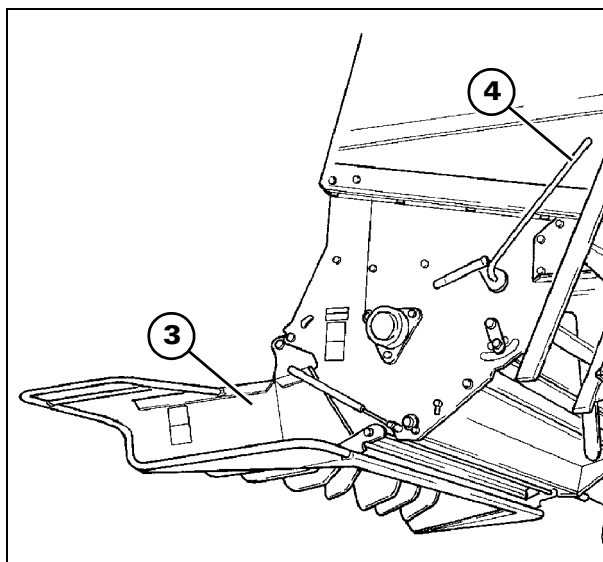
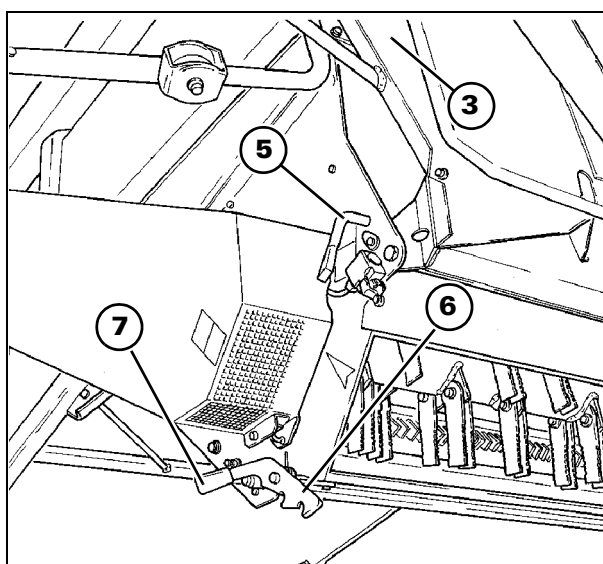
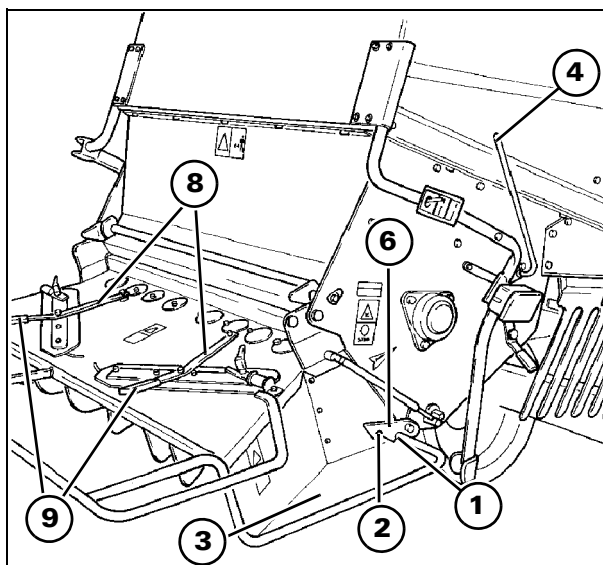

Рис. 22
Рис. 23
Рис. 24
### ПОЛОЖЕНИЕ ДЛЯ ТРАНСПОРТИРОВКИ - Рис. 22 – Рис. 23
При движении по дорогам ротор соломорезки должен быть заблокирован, а разбрасыватель (3) должен находиться в рабочем положении, как показано на Рис. 22. При буксировке комбайном прицепа жатки разбрасыватель (3) должен быть направлен вверх, как показано на Рис. 23. Для того чтобы поднять разбрасыватель вверх, отпустите блокировочное устройство (6) при помощи рычага (7), поверните разбрасыватель (3) вверх и закрепите его при помощи блокировочного устройства (5).
### РАБОЧЕЕ ПОЛОЖЕНИЕ - Рис. 22 – Рис. 24